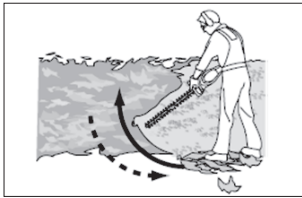
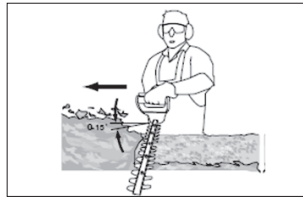

Fig. 1
Fig.2
2. Segure sempre o produto firmemente com as duas mãos na alça frontal (1) e na traseira (4). Nunca opere este produto usando apenas uma mão.
4. Primeiro corte os dois lados, da parte inferior cortando para cima e para cima. Isso impedirá que qualquer um dos cortes caia no caminho da área a ser cortada (Fig. 1).
5. Depois de cortar os lados, vá para o topo. Tente manter o dispositivo de corte em ângulo de aproximadamente 15° em relação à superfície de corte (fig. 2). Fig. 1 Fig.2
8. Depois de cortar os lados, vá para o topo. Tente manter o dispositivo de corte em ângulo de aproximadamente 15° em relação à superfície de corte (fig. 2).